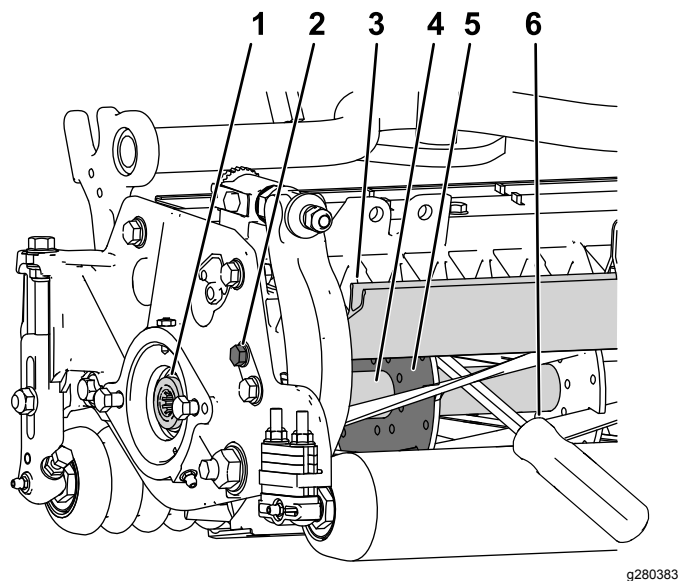

図 26
1. カuttingユニット左側のシールドボルトをゆるめて後シールドを上げる 図 26。
2. 長い柄のバール 9 mm x 30 cm 程度のドライバータイプのもの。握りのついていないものがよいを用意する。バールは、トルク作業を行う側に近い側で、リールの後ろから差し込むようにする 図 26。
3. リールサポートプレートの溶接されている側からバールを入れ 図 26、